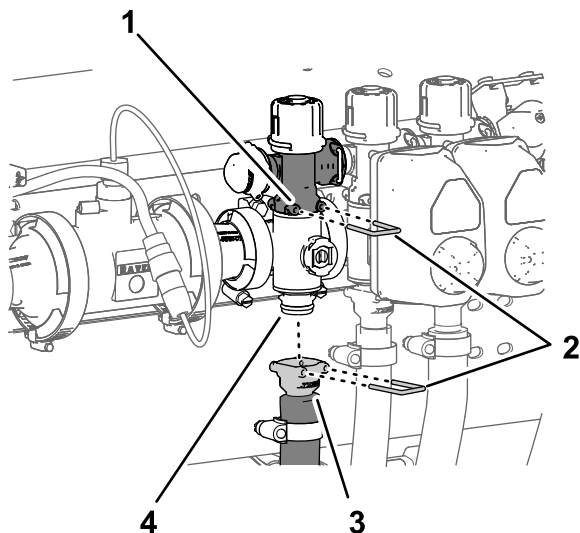

図 120
1. ブームバイパスバルブ用のクイックコネクトカップラをブームマニホールドバルブに固定しているクイックコネクトピンを外す 図 120。
2. ブーム給液ホース用のクイックコネクトカップラをブームマニホールドバルブのクイックコネクトフィッティング用のマニホールドに固定しているクイックコネクトピンを外す 図 120。